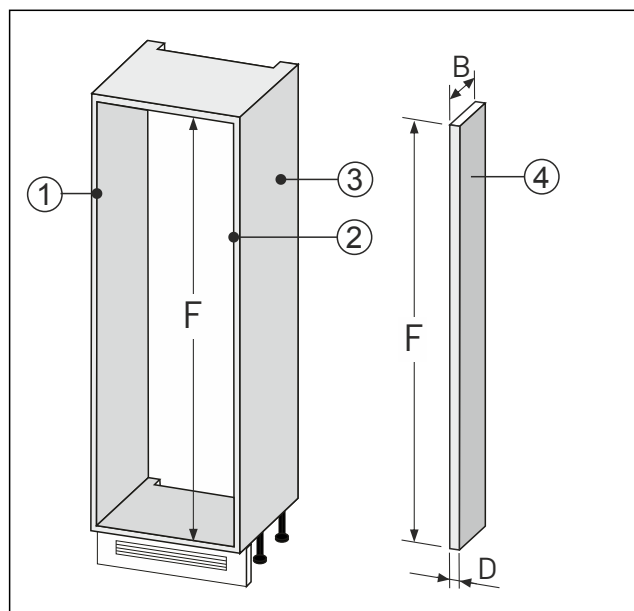

Fig. 92
- Wykonać element wyrównujący ścianę Fig. 92 (4) według powyższych wymiarów.